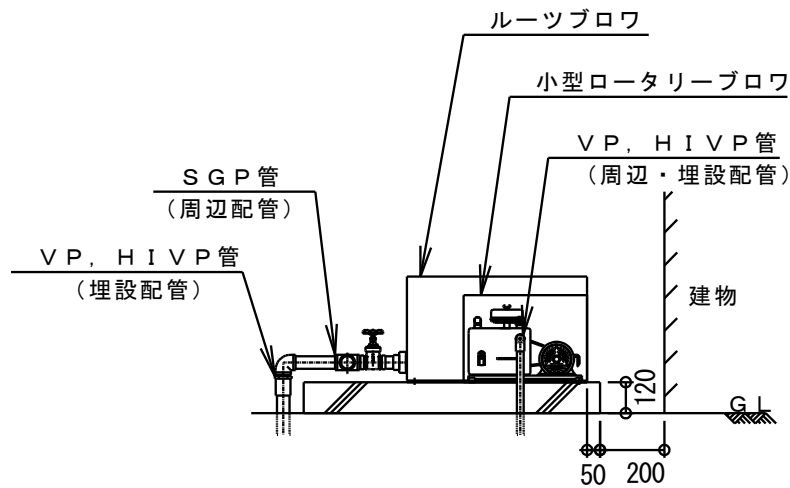

図9 ブロウ周辺配管図
- ② 電力会社によって、進相コンデンサーの取り付けが必要な地域があります。
- ③ 地下埋設の電気管は厚肉鋼管または、HIVEを使用してください。
- ④ 接地工事(第D種)は必ず行ってください。
- ⑤ 浄化槽内は金属を腐食させるガスが発生しますので、制御盤との接触部分は必ず密封してください。
- ⑥ 制御盤の取り扱いについては、制御盤付属の「安全上の注意事項」等を必ず読んで取扱ってください。
- ⑦ 電気工事については、電気図・配線図等に従ってください。又、フロートスイッチの取付位置はp16~17を参照ください。
- ⑧ エア配管はばっ気型スクリーン槽・流量調整槽への攪拌用、担体流動槽・多孔スクリーン槽への散気用、し渣・汚泥移送の移送用逆洗の逆洗用と4系統あります。施工図・動力配線図等に従い電磁弁(又は電動弁)を設置します。ブロウと浄化槽を正しく接続してください。
④—13 ブロウの据付け
- ① ブロウの設置場所は、風通しの良いできるだけ日陰の場所に設置してください。また、運転音の気になる所(寝室や応接間のそばなど)への設置はさけ、維持管理に便利なところが適当です。
- ② 接地工事(アース)は必ず行ってください。(第D種接地工事)
- ③ 基礎はコンクリート造りとし、地上より120mm以上の高さで、建物より200mm以上離してください。また、ブロウ台の外寸より50mm大きく仕上げてください。(次頁図9)
- ④ ブロウ周辺配管は高い吐出熱や振動等があるため塩ビより耐久性があるSGP管を使用して下さい。特にルーツブロウは脈動が配管に伝わり振動の原因となる場合があるのでSGP管を使用して下さい。小型ロータリーブロウは周辺配管も埋設管同様VP又はHVP管を使用しても構いません。
- ⑤ ブロウと浄化槽を継ぐ送気管を接続します。この際必ず、接着剤を使って配管して下さい。